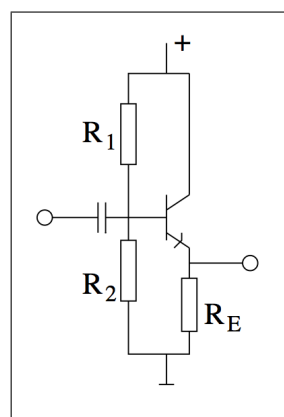

Abbildung 4.24: Schaltkreis Emitterfolger
- Die **Kollektorschaltung** wird auch **Emitterfolger (Sourcefolger)** genannt, da der Emitter jeweils etwa 0.6V tiefer als die Basis liegt und demnach deren Signal mit einem um 0.6V tieferen Wert folgt. Die Spannungsverstärkung ist hier zwar 1, jedoch gibt es einen grossen Eingangs- und kleinen Ausgangswiderstand, so dass der Emitterfolger als Impedanzwandler⁵ eingesetzt wird. Schaltkreis: Abb. 4.24